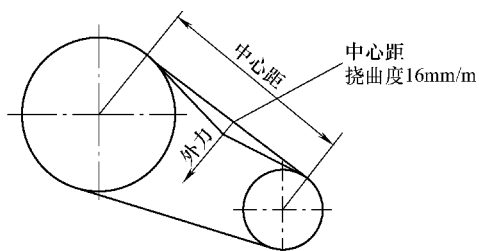

图 27-4 传动带张紧力的设定
3) 目前我国多采用手感法控制传动带的张紧力：用拇指在两个带轮中央的传动带上垂直加100N压力，其挠度应如图27-4所示。